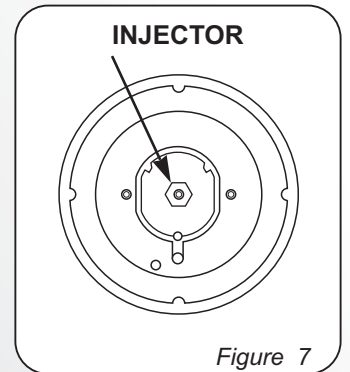

Figure 7
• вставьте шестигранный ключ (7 мм) в основание конфорки (рис. 7)